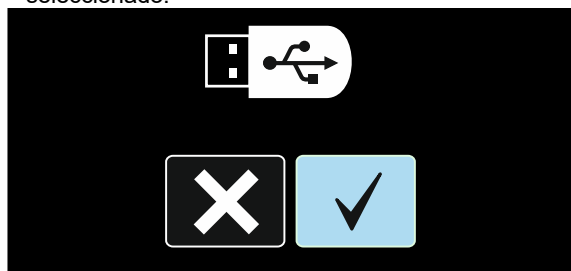

Figura 53.
- Use o controlador de definições [11] para acender o ícone seleccionado . ver Figura 53.